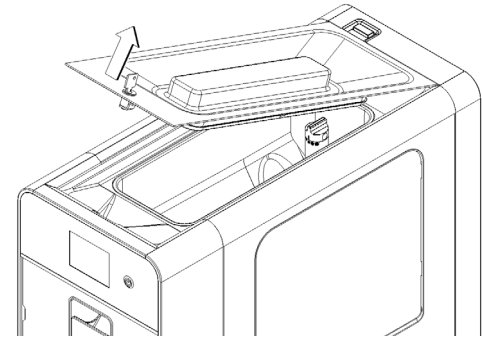

figura 16
**1** Quite la tapa superior. (ver figura 16) Si la tapa tiene cerradura, gire la llave en sentido anti horario levógiro y quítela.